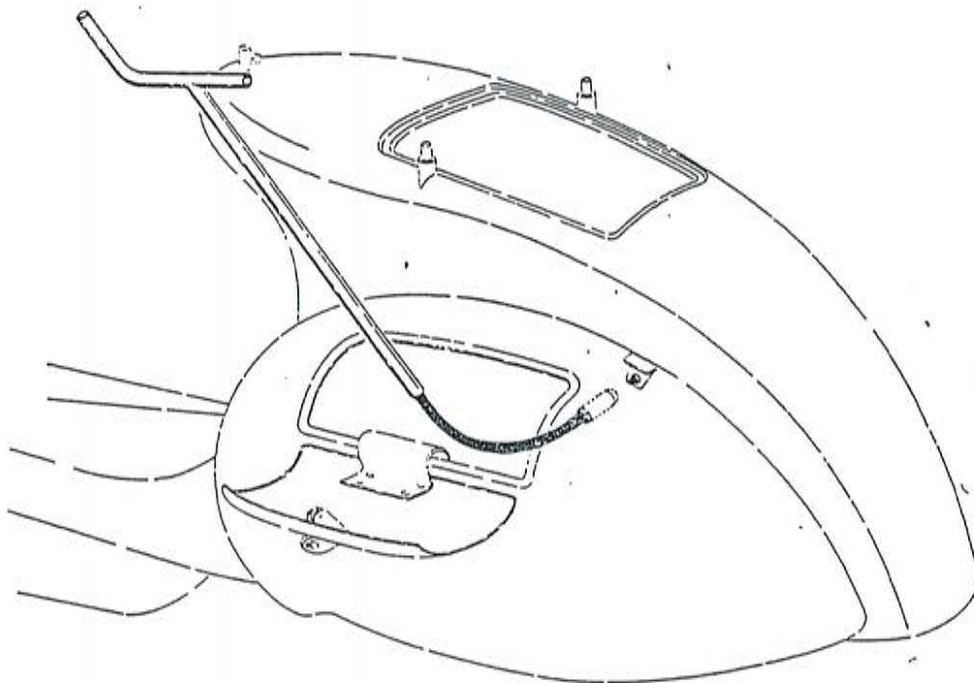

Fig. 30 - Sacca p. attrezzi - Smontaggio.
- chiave da 7 Per separare la **sacca porta attrezzi** dal laterale sinistro del telaio, bisogna svitare i 6 dadi all'interno della sacca stessa. L'operazione è più agevole disponendo della chiave flessibile C016030 visibile alla fig. 30 che segue.